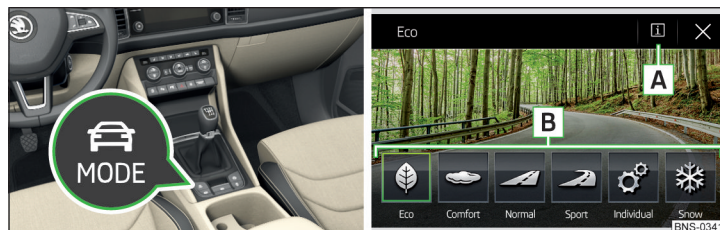

Fig. 307 Tasta pentru selectarea regimului de deplasare/Afișajele de pe ecranul Infotainment
► Apăsăți tasta » fig. 307.
Pe ecranul Infotainment se afișează următoarele suprafețe de comandă funcții » fig. 307.
► Prin atingerea suprafeței de comandă funcții corespunzătoare de pe ecranul Infotainment » fig. 307.